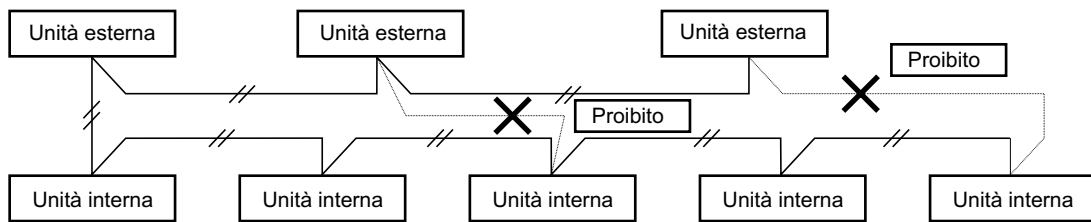

Fig. 3-1
(2) Non installare i fili del comando inter-unità in modo da formare un circuito ad anello (Fig. 3-1).